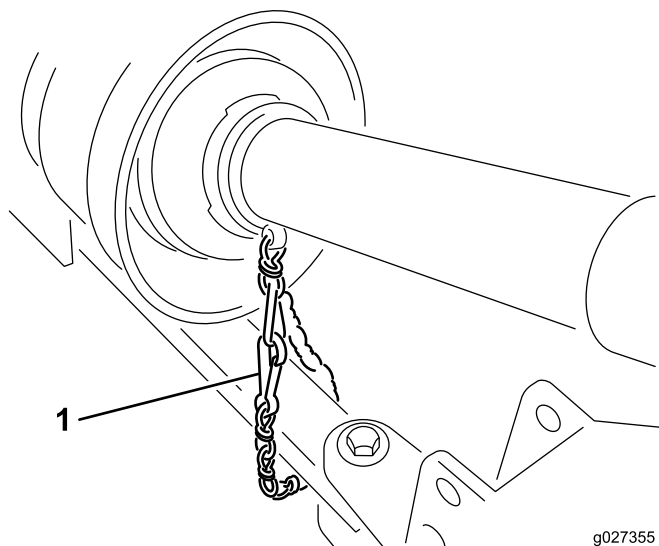

Figura 8
5. Ligue a corrente de segurança da proteção ao trator (Figura 8).